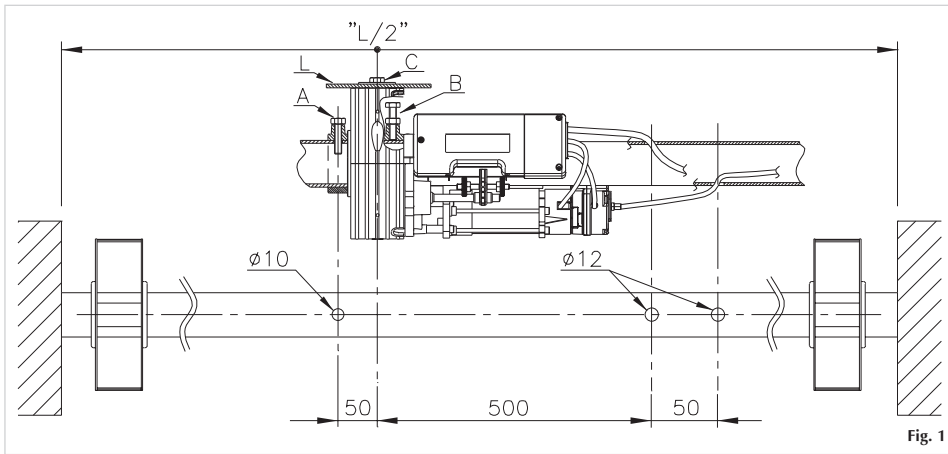
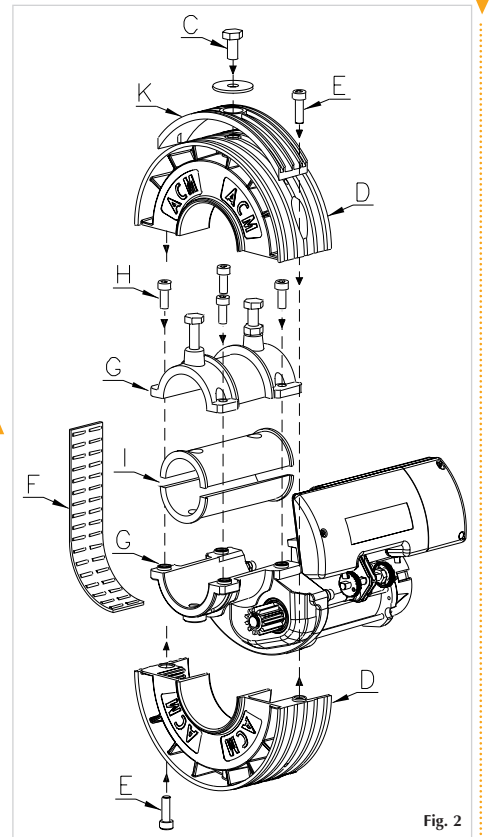

Fig. 1
Fig. 2
- 2) Efectuar sobre el árbol del cierre metálico los tres taladros como mues la fig.1.
- 3) Extraer el tornillo M10 (C) de la corona del motorreductor.
- 4) Desmontar la corona (D) desatornillando los dos tornillos M8 (E) como mues la fig.2.
- 5) Extraer con delicadeza la faja de plástico con rodamiento (F) evitando fuertes pliegues que cause-rín el derrame de los rodimientos (Fig.2).
- 6) Separar los dos elementos (G) del motorreductor destornillando los cuatro tornillos M8 (H).
- 7) En el caso de que la barra del cierre sea inferior a 60mm utilizar los mandos de riduzione existentes Ø33 / Ø42 / Ø48 (I) a tal efecto, posicionandolos con referencia al agujero de diametro 10mm efectuado precedentemente (Fig.1).
- 8) Ensamblar sobre el árbol del cierre metálico el cuerpo inferior con el superior a traves de los cua-tro tornillos M8 (H) que se quitaron precedentemente.
- 9) Atornillar el tornillo M10 (A) sin la tuerca
- 10)Atornillar el tornillo M10 con tuerca (B), de tal modo que se bloquee el motorreductor en la bar-ra y apretar la mencionada tuerca.
- 11)Colocar en el lugar correspondiente la faja de plástico con rodamiento (F)
- 12)Colocar las semicoronas (D) apretandolas con los dos tornillo M8. En el caso de tambor puertamolle diametro 220 mm es necesario montar el espesor de plastico (K) sobre la corona del motor.
- 13)Effectuar un taladro de 12mm en el ultimoelemento del cierre metálico (L) en correspondencia del taladro fileteado M10 ya existente sobre la corona del motor.
- 14)Llevar el ultimo elemento del cierre metálico sobre el motor y fijarse en él a través del tornillo M10 (C) con randella (Fig. 1).
- 21)En el caso de una instalacion contraria respecto a la fig.1, actuar en modo contrario a todo lo aqui descrito ya que el microinterruptor 2 parara la bajada mientras el microinterruptor 1 parara la subida.